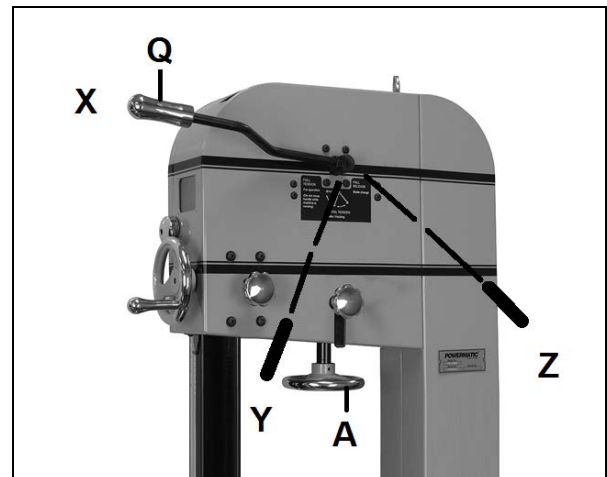

Fig 37
La tension de la lame est réglée avec la roue manuelle de tension de lame (A, Fig 37).
Pour faire fonctionner la machine, placez le levier de tension de lame rapide (Q, Fig 37) en position de tension complète (X).